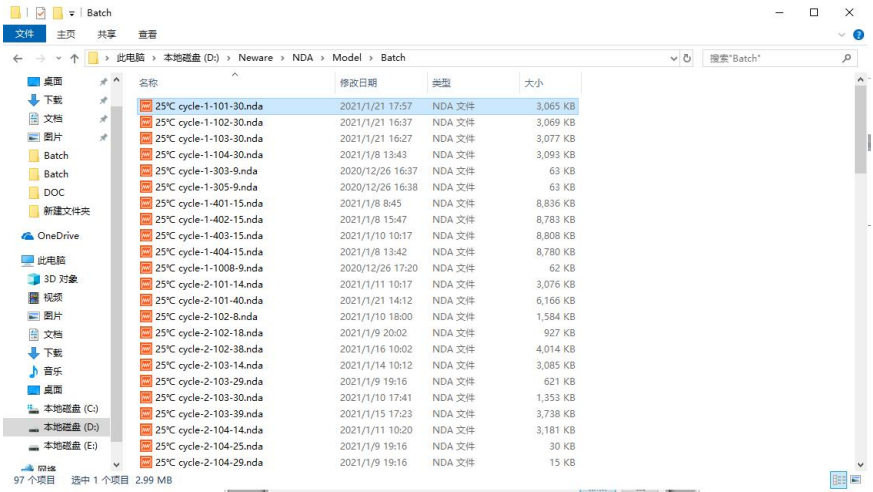

图 6-1 打开文件
1. 安装路径下打开：在客户端安装路径下→双击 BTSDA.exe，启动 BTSDA 软件，在软件主界面中，点击“文件”→选择“打开”→选取相应的“\*.nda”文件，如图 6-1 所示：